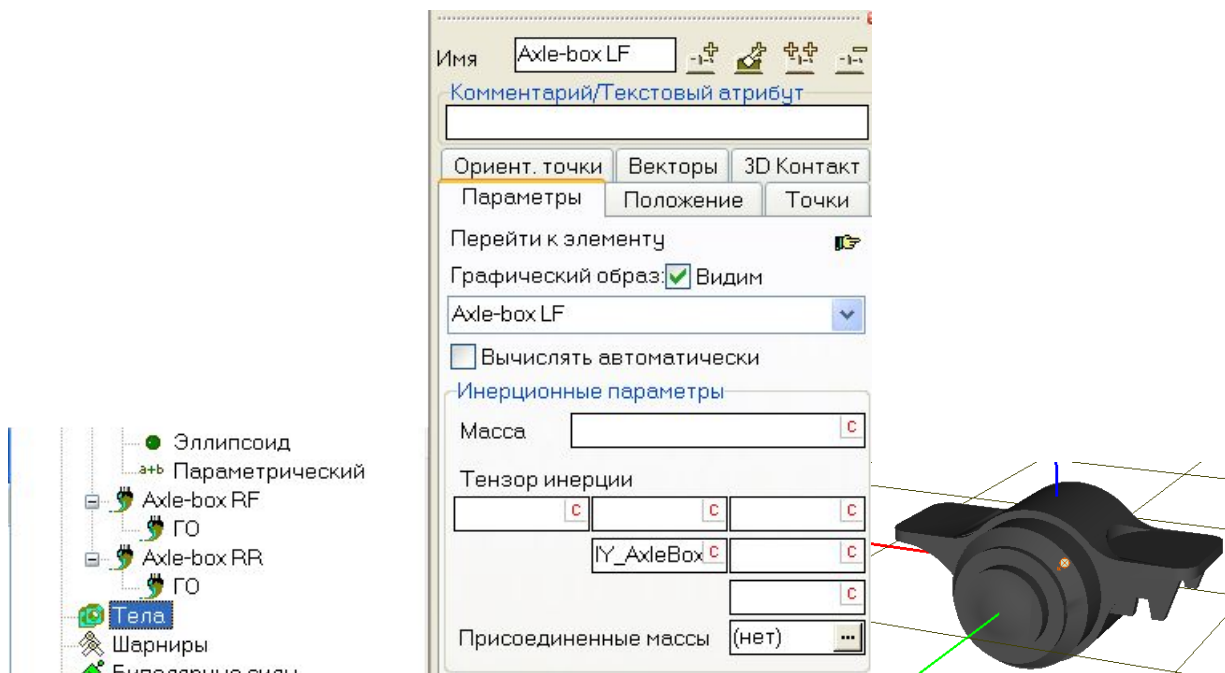

Рис. 2.14. Добавление тела: левая передняя букса
- Перейдите к списку тел модели (пока пустому) с помощью пункта Тела списка элементов (рис. 2.14, слева).